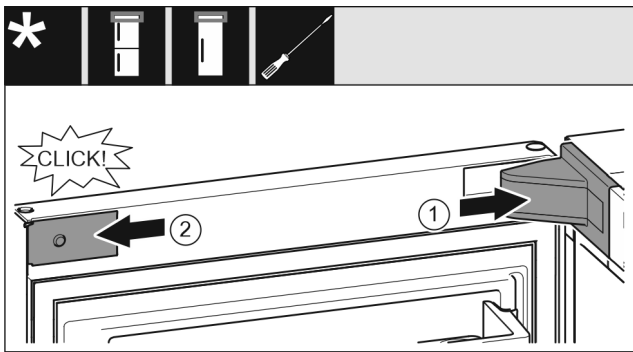

Fig. 20
- Nasadte a zaklapněte kryt stojanu ložiska, příp. opatrně odtláčte od sebe. Fig. 20 (1)
- Z boku nasadte zásepku a zaklapněte. Fig. 20 (2)